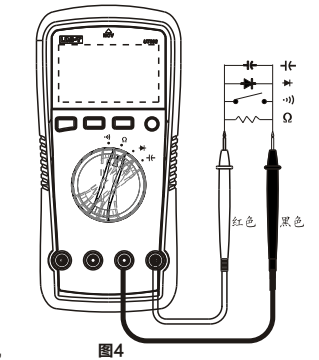

图4
3.电阻测量（见图4）：
4.电路通断测量(见图4)
5.二极管测量(见图4)
6. 电容测量 (见图4)